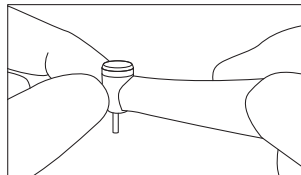

Fig. 5
- 5) Al termine della rotazione, toccare la testina del manipolo per verificare che non si sia surriscaldata (Fig. 5).